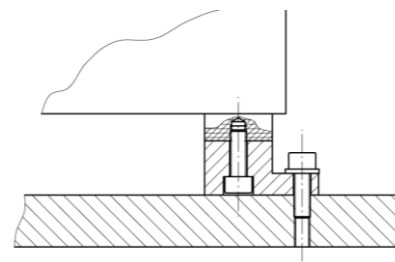

Abbildung 4
- Wendelförderer mit Grundplatte und Montagefuß (siehe Abbildung 4)